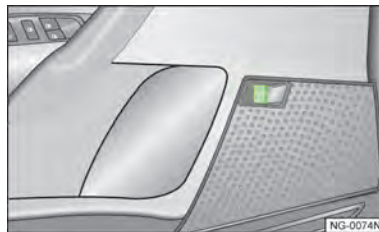

图 54
► 向上拉起图示按钮图 54，或按压车辆解锁按钮图 55 打开行李厢。